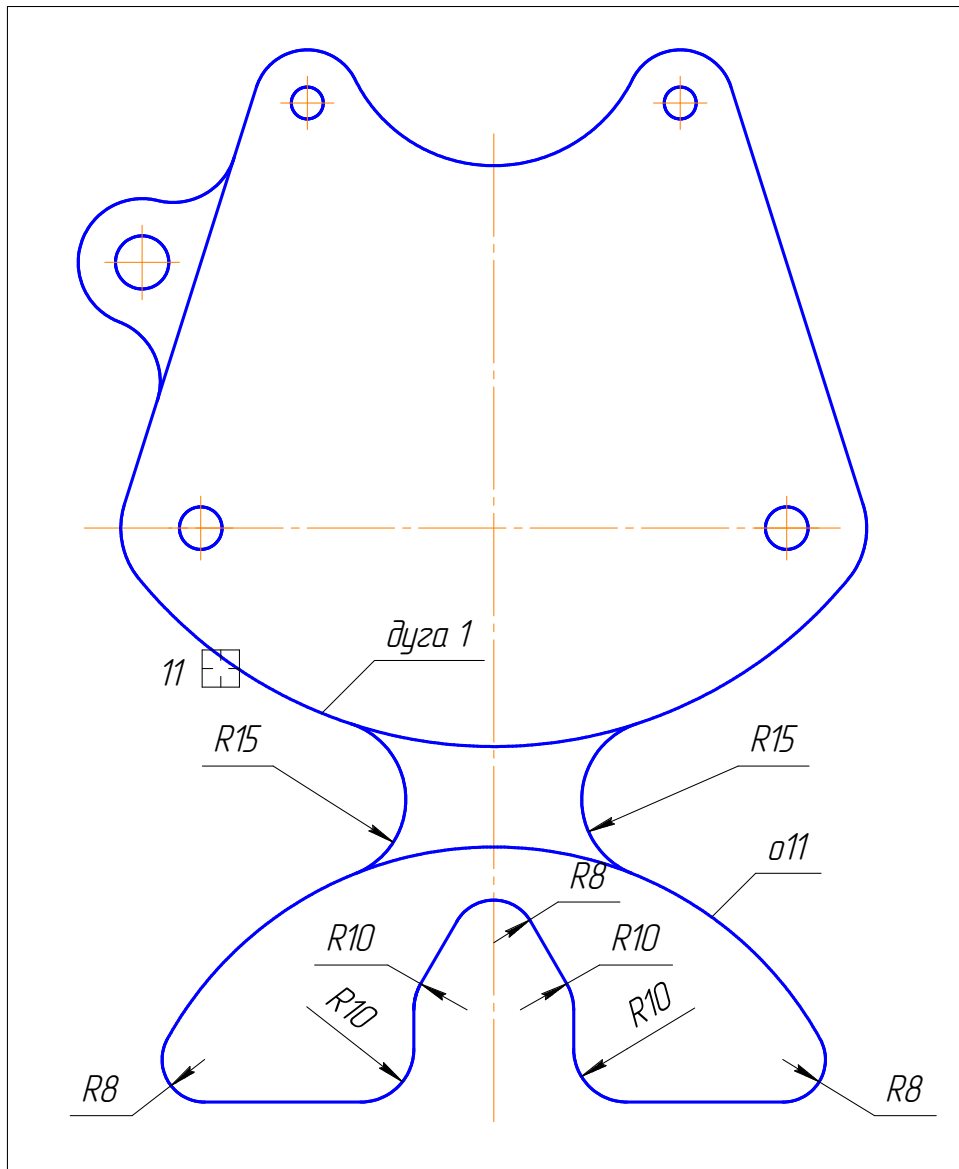

Рис. 2.20
29. Побудуйте спряження між дугою *1* і частиною кола *o11* радіусом 15 мм з двох сторін. Натисніть кнопку «**Скругление**» і в полі «**Радиус**» скруглення введіть значення 15 мм. І вимкніть усікання першого і другого об'єктів. Після цього вкажіть мішенню 11 на коло *o11* і дугу *1* спочатку зліва, а потім справа від вертикальної осі симетрії (рис.2.20).
30. Далі, не зупиняючи команду «**Скругление**» побудуйте відповідно з двох сторін спряження між колом *o7* і відрізком радіусом 10 мм. В полі «**Радиус**» скруглення введіть значення 8 мм і вимкніть «**Усечь первый объект**» і «**Усечь второй объект**». Аналогічно виконайте спряження, що вказані в завданні, між відрізками (радіусами 10 і 8 мм).Рис. 2.20.